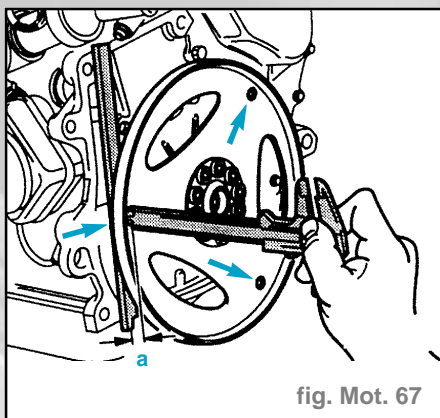

fig. Mot. 67
- Mesurer la cote **-a-** par rapport à la plaque intermédiaire à travers les trois alésages de la fixation de convertisseur à l'aide d'une règle auxiliaire et d'une jauge de profondeur et calculer la valeur moyenne (fig. Mot. 67).